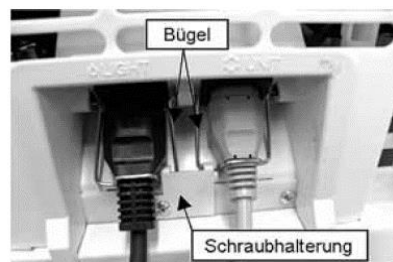

Fig.11: Conexión con IEC-Box
Los equipos pueden estar equipados con una IEC-Box en combinación con cables de conexión enchufados (véase la Fig. 11).
► Las bridas de la IEC-Box deben estar correctamente fijadas y aseguradas mediante el soporte roscado (véase la Fig.11).